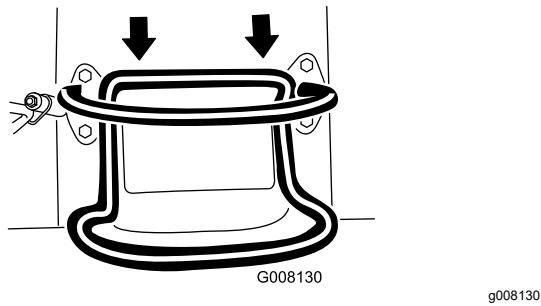

Figura 7
- Para conducir hacia atrás, mueva el control de tracción hacia atrás (Figura 7).